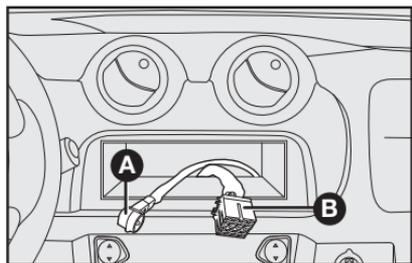

fig. 95
- cabo e plugue de alimentação elétrica para o autorrádio **B-fig. 95**.
- cabo de alimentação do autorrádio **B-fig. 95**.
- cabo para tweeter e alto-falante dianteiros e traseiros **B-fig. 95**.